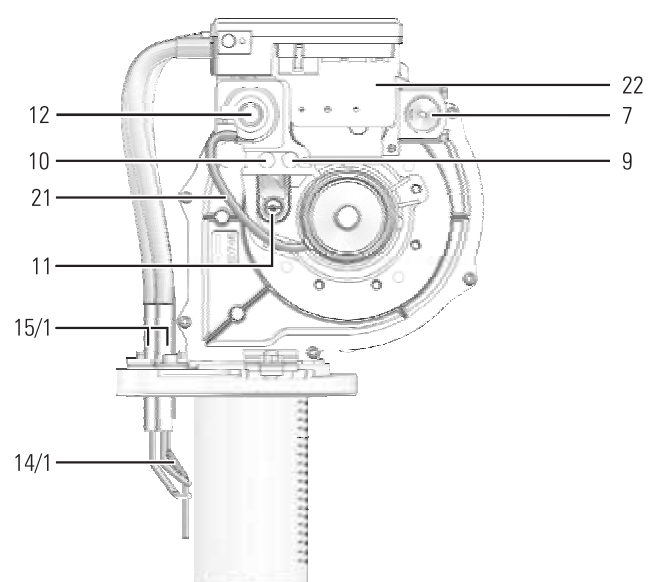

Fig. 2-6 Bruciatore a gas di ROTEX GSU – Vista laterale da sinistra
La funzione di regolazione della miscelazione gas/aria (miscelazione pneumatica) provvede a mantenere costante con ogni grado di potenza l'afflusso idoneo di CO₂ impostato mediante la vite di regolazione della miscelazione gas/aria (fig. 2-6, pos. 11) ed eventualmente mediante la vite di regolazione della pressione del gas (fig. 2-6, pos. 12). Grazie a questa funzione, il bruciatore reagisce immediatamente a ogni cambiamento della portata d'aria con un cambiamento corrispondente della quantità di gas.